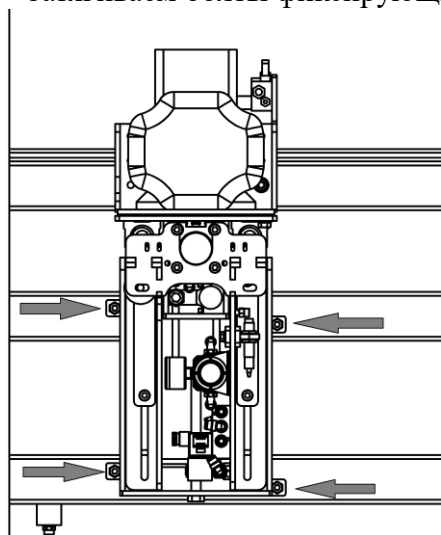

Рисунок 15.
- Затягиваем болты фиксирующие СМ к раме (рис.15)